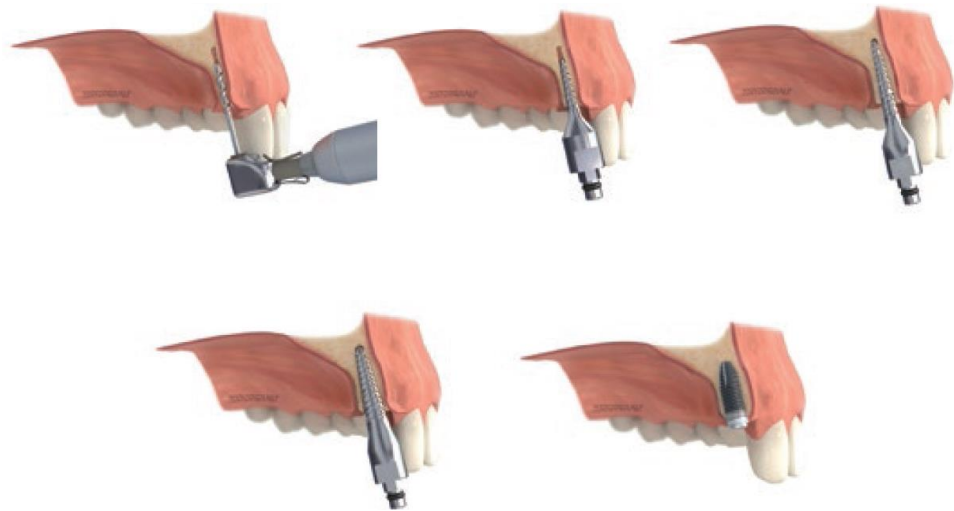

Figura 1: Pasos 1, 2, 3, 4 y 7 de la secuencia de utilización de los expansores para la realización del alveolo mediante compactación ósea.
A) Instrucciones de uso. Alveolo por compactación ósea (Figura 1):